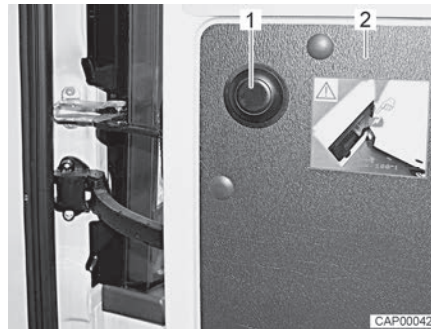

Bild 18 Tryckknapp för att frigöra begränsningen
- Öppna bakdörr (Bild 18,2) till anslag.
- Tryck tryckknapp (Bild 18,1), håll fast bakdörren och öppna försiktigt på nytt.